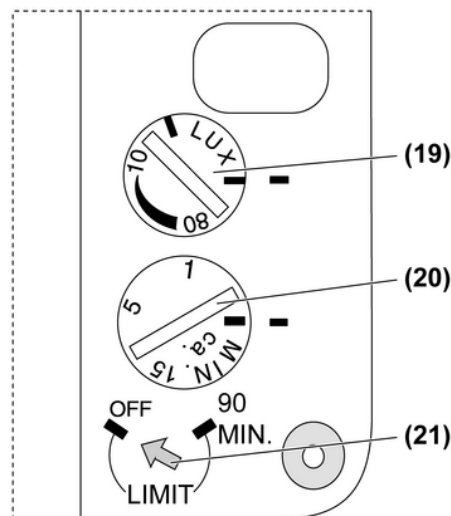

Bild 20: Einsteller Leistungsteil
- Einsteller **MIN** (20) in gewünschte Position drehen (Bild 20)
- Einsteller **LUX** (19) in gewünschte Position drehen (Bild 20). Eine Einstellung auf ca. 10 Lux aktiviert das Gerät bei Dämmerungsbeginn. Für helligkeitsunabhängiges Schalten den Einsteller bis Rechtsanschlag drehen.